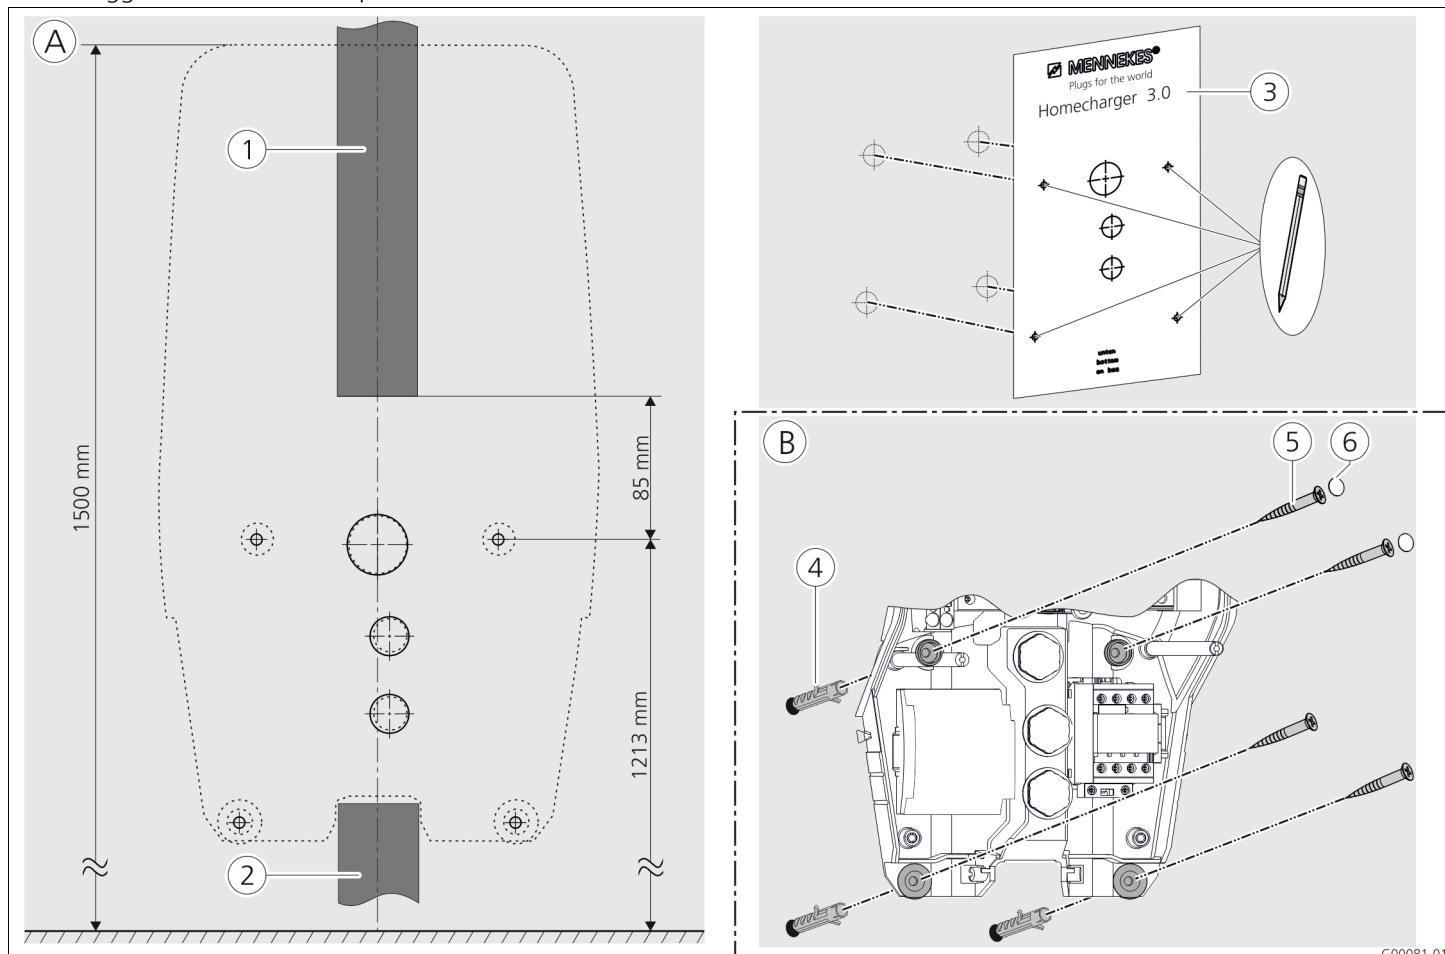

Fig. 13: Montaggio a parete
- ➔ Vedi anche Fig. 13: Montaggio a parete.
➔ Vedi anche Fig. 13: Montaggio a parete.